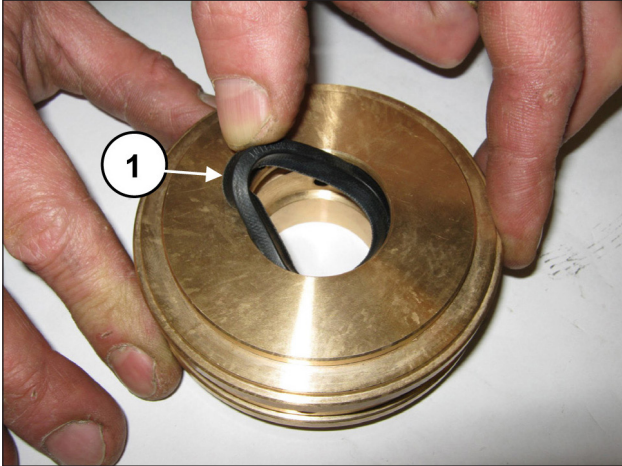

Fig. 181
Insira a junta de baixa pressão no suporte da junta (pos. ①, Fig. 181) prestando atenção no sentido de montagem que prevê as bordas de estanqueidade para frente (em direção ao cabeçote).